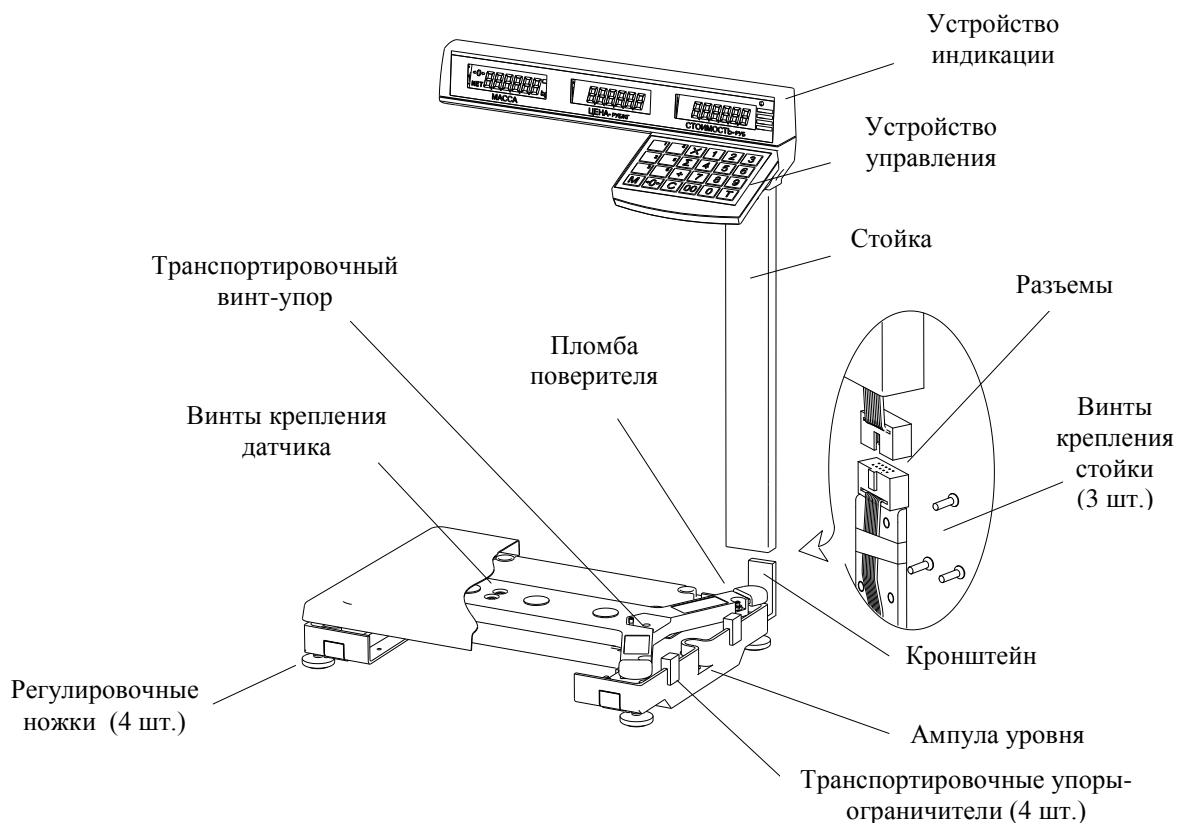
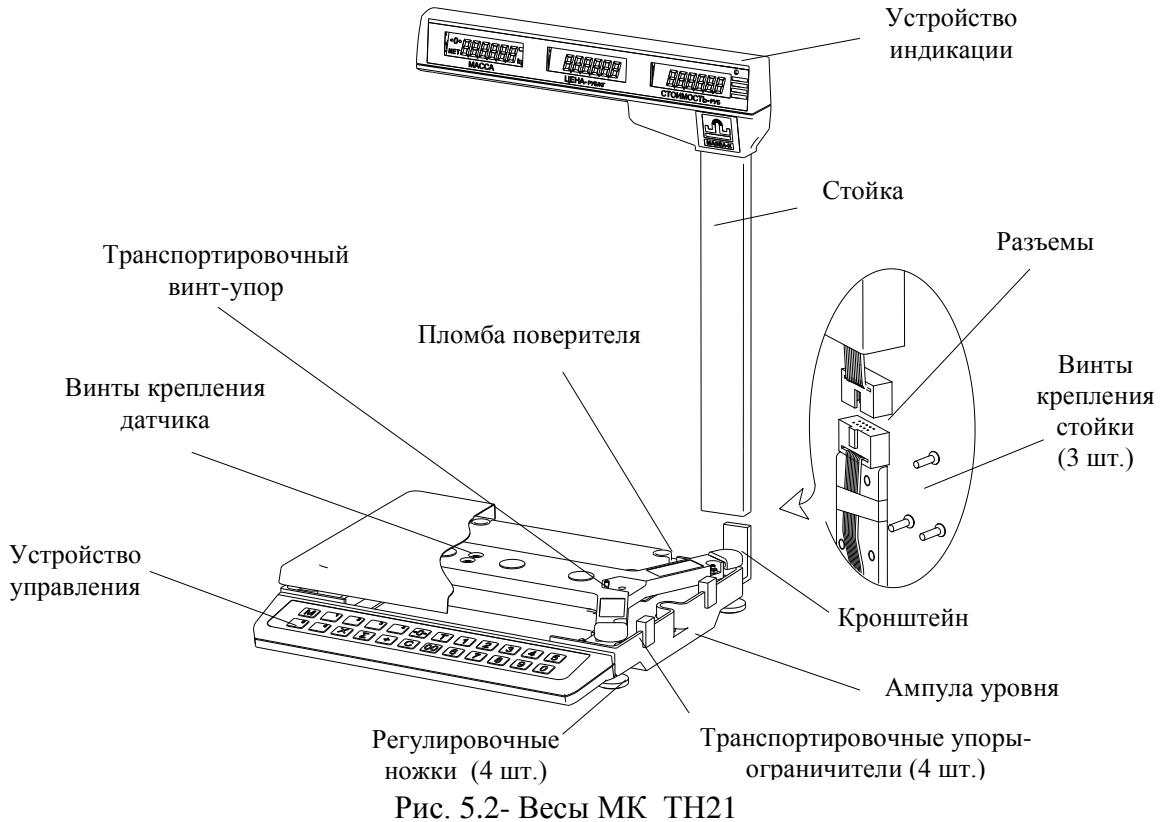

Рис. 5.1- Весы MK\_TB21
Рис. 5.2- Весы MK\_TH21
Конструкция весов представлена на Рис. 5.1, Рис. 5.2. Расположение разъёмов весов MK\_TH21(RU) – на Рис. 5.3 Назначение кнопок клавиатуры и элементов индикатора приведено в Табл. 5.1, Табл. 5.2.
6.2 Снять грузоприемную платформу с весов и убрать транспортировочные упоры-ограничители (Рис. 5.1, Рис. 5.2).